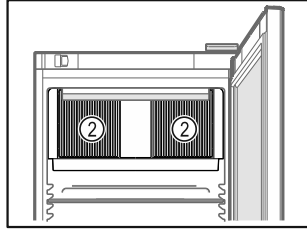

Fig. 60
- Oslobodite ventilacijske proreze Fig. 60 (2) za ventilator optočnog zraka u unutrašnjosti.